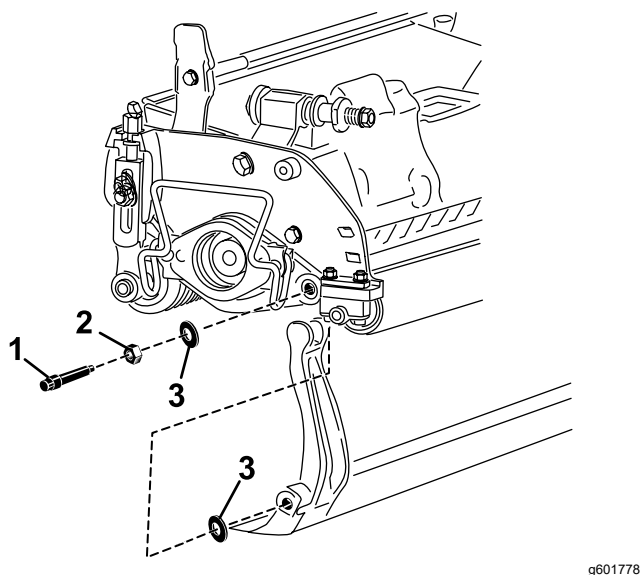

Figura 15
Guarde as duas anilhas de nylon de cada uma das extremidades da barra de apoio (Figura 15).
3. Coloque uma anilha de nylon de cada lado da placa lateral. Coloque uma anilha de aço no exterior de cada uma das anilhas de nylon (Figura 15).